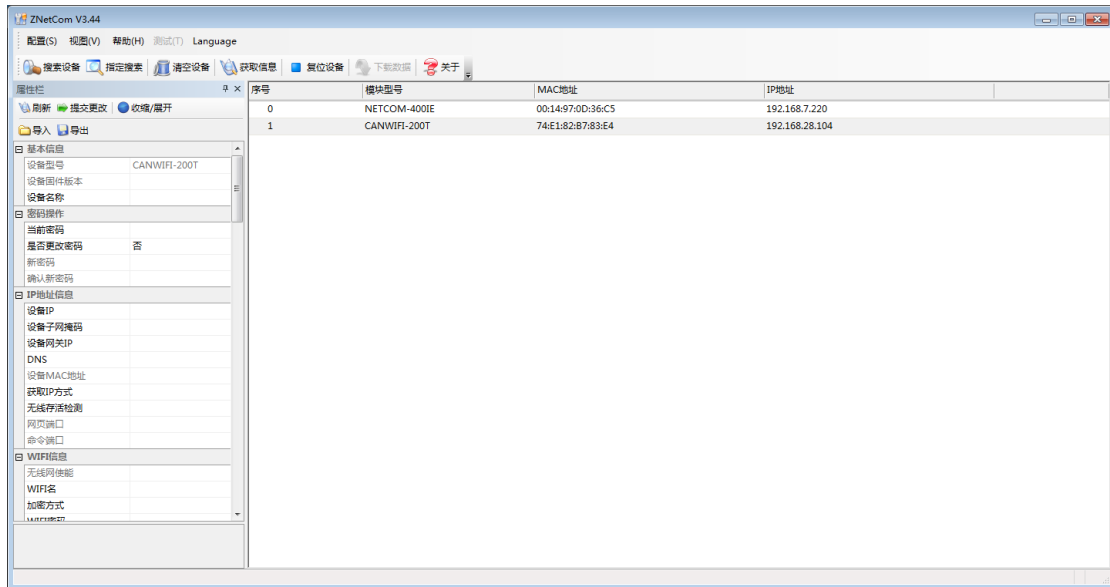

图 3.2 ZNetCom 软件运行界面
3. 双击  运行 ZNetCom 软件（如果是 WIN7 以上系统，需要右击，以管理员身份运行），出现如图 3.2 所示界面。